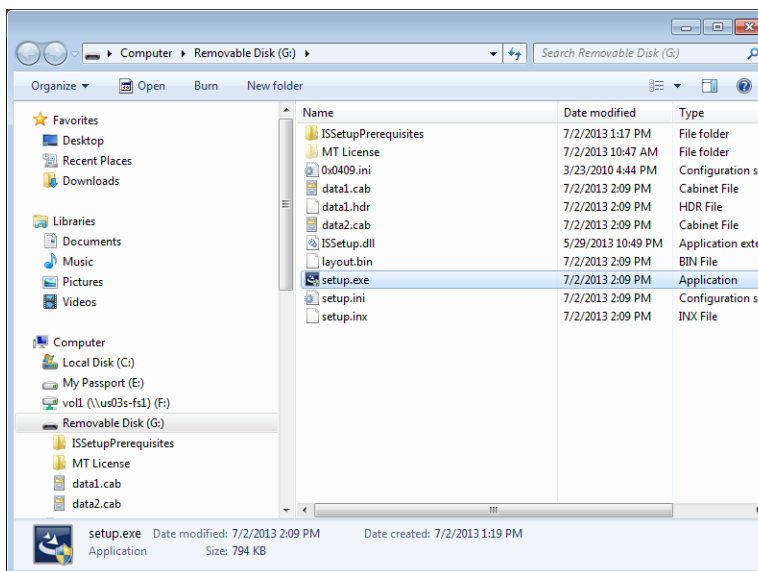

Figure 1-2 : Contenu USB affiché dans l'Explorateur
2. Les fichiers de la mémoire seront affichés dans une fenêtre de l'Explorateur de Windows (Figure 1-2). Pour démarrer l'installation de WeighSync, cliquez deux fois sur setup.exe.